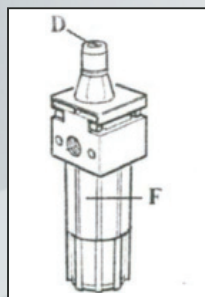

Рисунок 32
Для смазки подвижных частей пневмоцилиндров и пневмораспределителей следует заливать в маслораспылитель масло промышленное И-20 или И-40А. Регулярно проверяйте уровень масла в маслораспылителе. При необходимости доливайте, открутив стакан маслораспылителя F (рисунок 32).
2. Капля масла должна падать в прозрачный стакан маслораспылителя при каждом третьем или четвертом нажатии на педаль (13). В противном случае, отрегулируйте с помощью отвертки установочный винт D маслораспылителя (Рисунок 32).